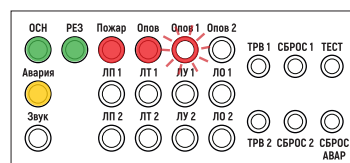

Рис. 83. Пример индикации при отсутствии в памяти двухзонального БРО сообщения для персонала или тревожного сообщения для зоны 1
- в двухзональном БРО индикатор «ОПОВЕЩ» загорится ровным свечением. В мигающем режиме включится индикатор зоны с отсутствующим сообщением, «ОПОВЕЩ 1» и/или «ОПОВЕЩ 2» (рис. 83).